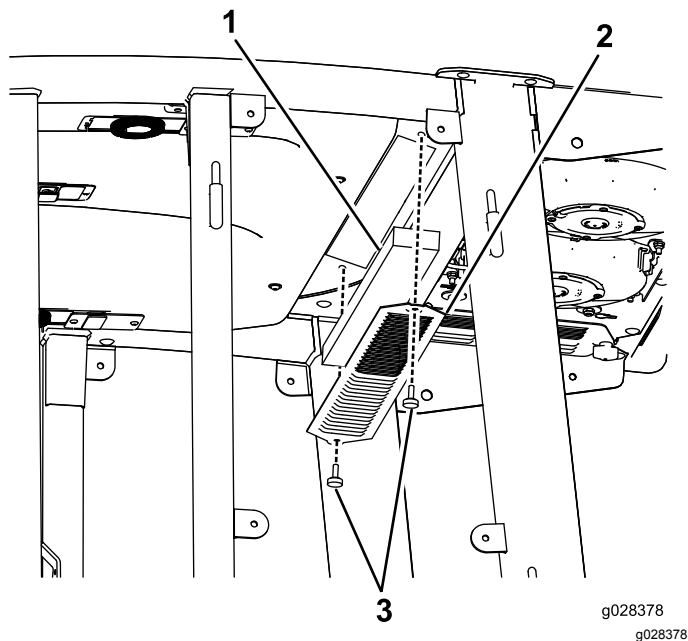
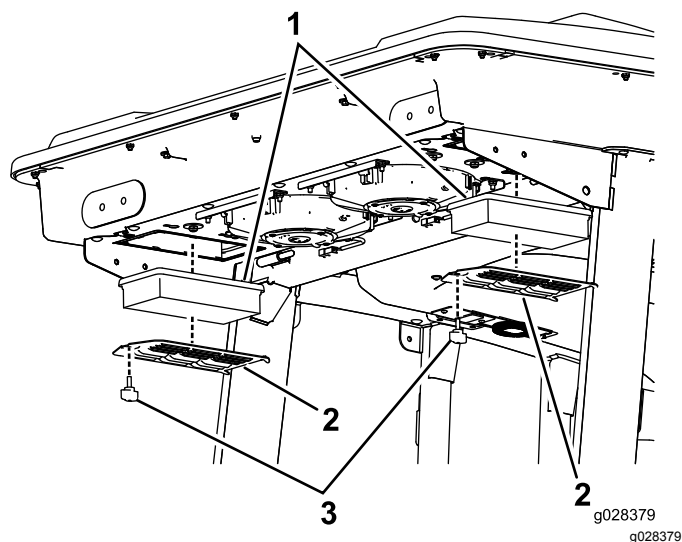

Рисунок 133
Рисунок 134
1. Снимите барашковые винты и решетки с внутрикабинного и заднего воздушных фильтров кабины (**Рисунок 133** и **Рисунок 134**).